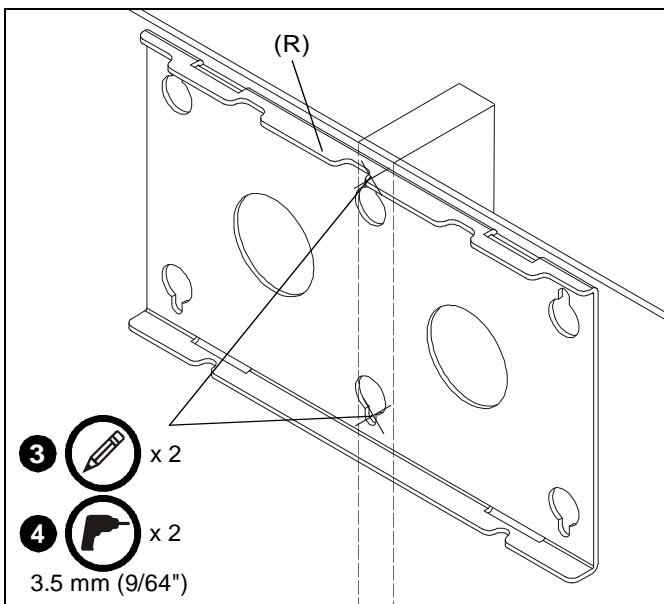

Figura 1
3. Usando un soporte de pared (R) como molde, marque los lugares en el centro del montante de madera a la altura de instalación deseada. Utilice un nivel para asegurarse de que el montaje esté nivelado. (Consulte la Figura 1)
4. Haga dos orificios de 3.5 mm (9/64") en los lugares que marcó. (Consulte la Figura 1)